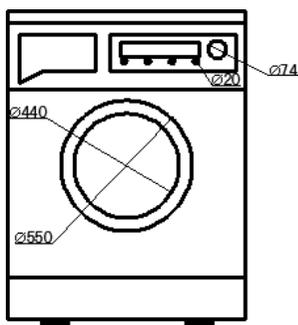
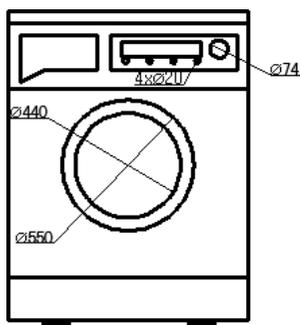

图 17.6.26 创建直径尺寸
图 17.6.27 编辑直径尺寸
Step4. 用 **标注** \rightarrow **直径** 命令创建直径标注。完成后的图形如图 17.6.26 所示；双击 $\varnothing 20$ 的尺寸，在绘图区域的文本框中输入 $4 \times \% C 20$ ；单击“关闭位子编辑器”按钮，标注文字就会变成 $4 \times \varnothing 20$ ，如图 17.6.27 所示。